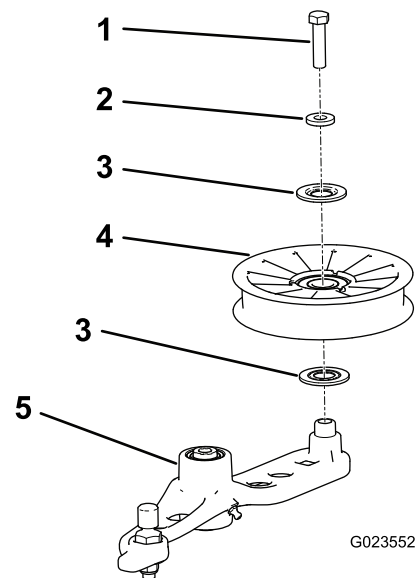

Figura 58
6. Retire o parafuso que fixa a antiga polia tensora ao braço tensor e instale uma nova polia (Figura 58).